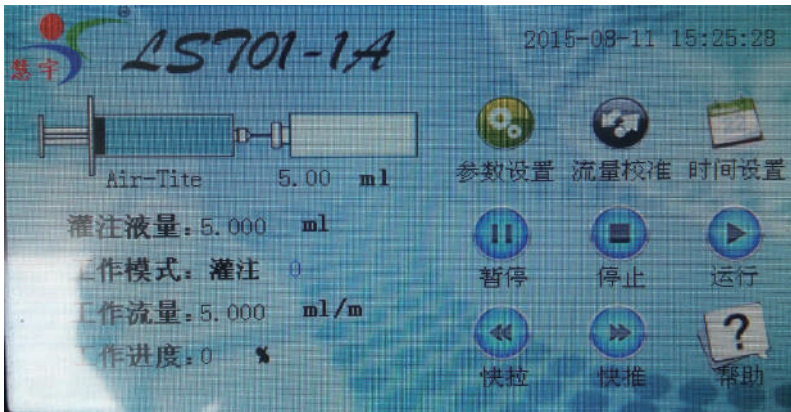
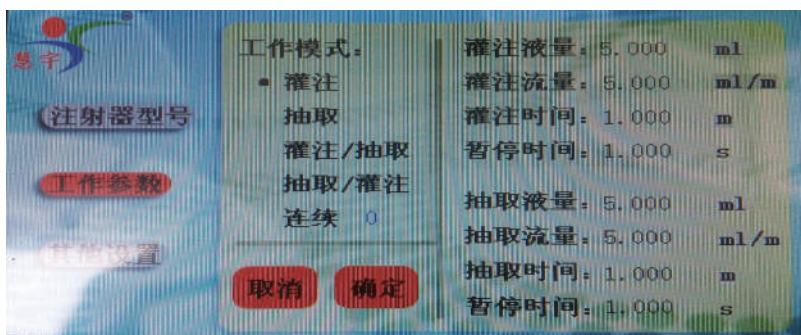
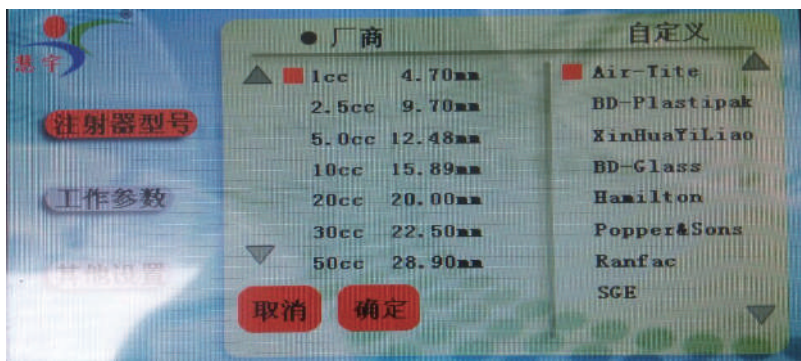
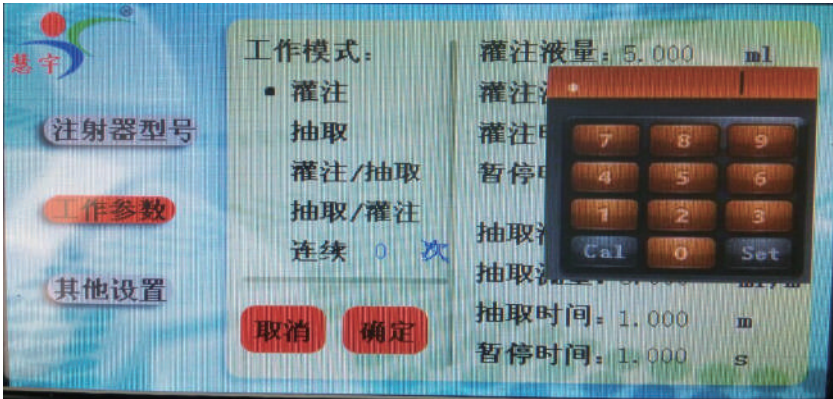

图1
图2
图3
图5
触屏屏页面整体分两部分，左侧显示运行参数和图示；右侧显示系统参数和运行参数的设置。如图1：
在工作界面，按下【参数设置】键进入参数设置界面（图2），按下【注射器型号】键，进入注射器型号选择页面（图3），先选择注射器厂家（图2右侧，直接点击即可）
在主页面（图1），触摸【参数设置】键进入图2，点击灌注液量（抽取液量）上，弹出键盘，输入相应液量，点击【Set】即可如图5。单位的选择只需点击单位，会在ml和ul直接切换。
在主页面（图1），触摸【参数设置】键进入图2，点击灌注流量（抽取流量）上，弹出键盘，输入相应液量，点击【Set】即可如图5。
- 1) 主页面（图1），按【流量校准】键进入校准界面；
- 1) 主页面（图1），按【参数设置】键进入参数设置界面；